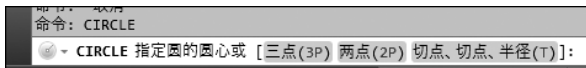

图 3-25 命令行画圆
在命令行输入 CIRCLE(C), 按下 Enter 键命令, 根据命令行的提示内容选择圆的类型进行绘制, 命令行的提示如图 3-25 所示。
第 1 步: 用“圆心、半径 (R)”方式在绘图区域合适的位置画如图 3-25 (b) 所示的两个已知圆。
第 2 步: 执行画圆命令, 选择“相切、相切、半径 (T)”方式, 选择两已知圆相切的圆, 输入半径 R, 绘制结果如图 3-25 (c) 所示。